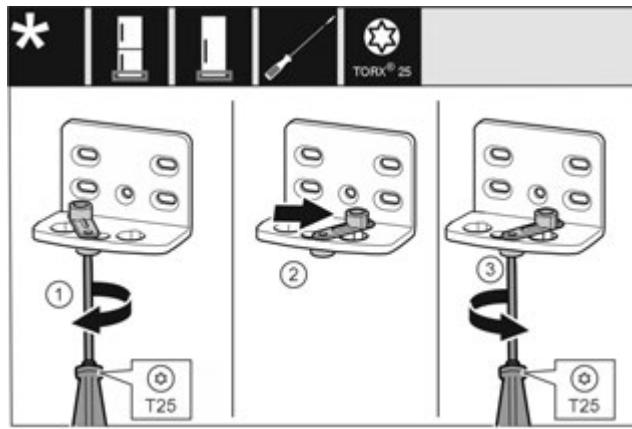

Fig. 13
- За допомогою викрутки T25 послабте гвинт. Fig. 13 (1)
- Допоміжний засіб для закривання дверцят підніміть і поверніть в отворі праворуч на 90°. Fig. 13 (2)
- За допомогою викрутки T25 закрутіть гвинт. Fig. 13 (3)